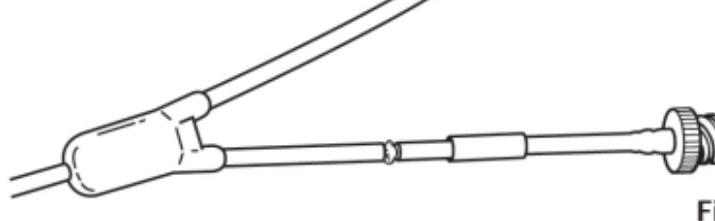

Fig. 13
4. Τοποθετήστε κόλλα στη συμβολή. (Fig. 13)